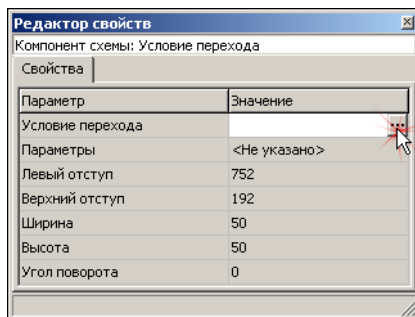

Рис. 4.50.
2. На панели **Редактор свойств** щелкните мышью в ячейке со значением параметра **Условие перехода** и нажмите кнопку выбора значения параметра (рис. 4.50).